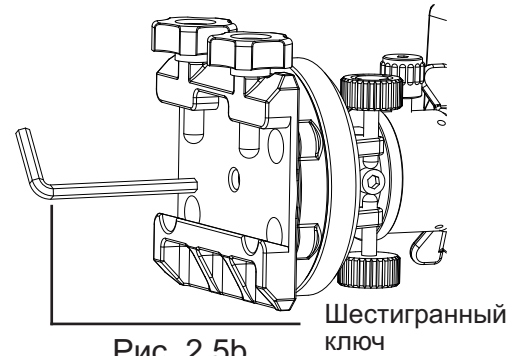

Рис. 2.5b
3. Для фиксации установочной площадки на штанге противовесов закрутите шестигранным ключом 5 мм винт, расположенный в центральном отверстии площадки (рис. 2.5b). Этим же ключом закрутите винт с внутренним шестигранником на металлическом кольце площадки.